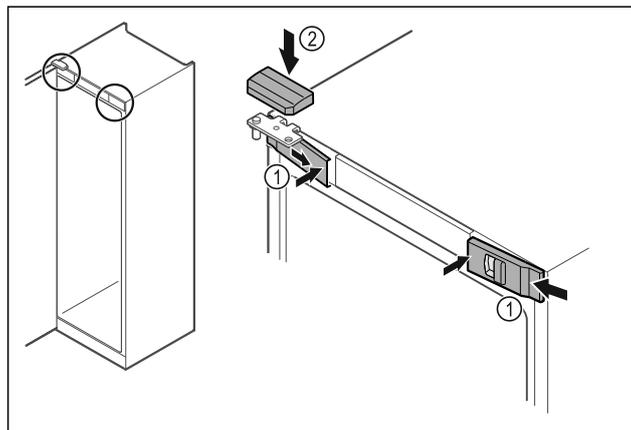

Fig. 37
- ▶ Закачете предните капаци Fig. 37 (1) отстрани и фиксирайте навътре.
- ▶ Фиксирайте горния капак Fig. 37 (2) отгоре.